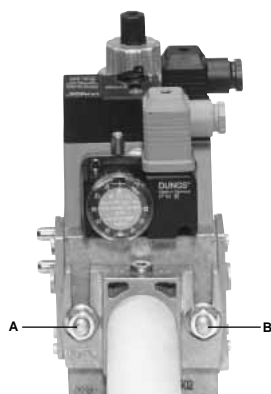
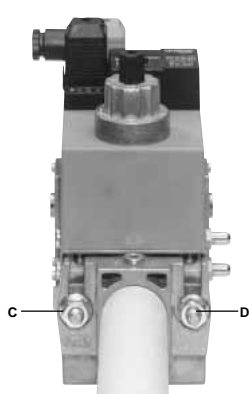

Рис. 9
Рис. 10
3. Затянуть винты А, В, С и D (Рис. 9 - Рис. 10), (Рис. 12)